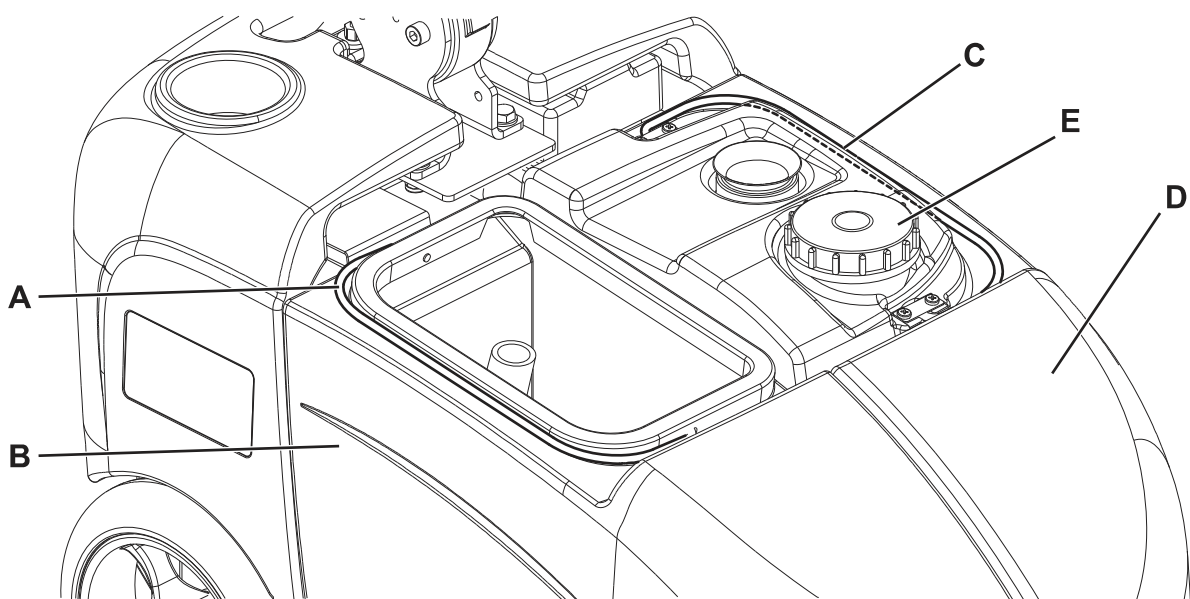

Abbildung 3
- Gerät durch drehen des Wählschalters (32) in Stellung 0 ausschalten.
- Durchsichtigen Deckel (24) abnehmen.
- Schmutzwassertank (B, Abb. 3) am Griff (B) herausheben.
- Reinigungslösungstank (D, Abb. 3) am Griff (C) herausheben.
- Deckel (E) öffnen und Reinigungslösungstank entleeren. Nach dem Entleeren den Tank mit Frischwasser spülen.